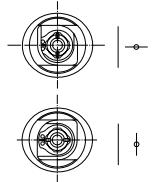

Bild 5.
- 4.4 Märket på spindeln anger kulans läge (Bild 5).